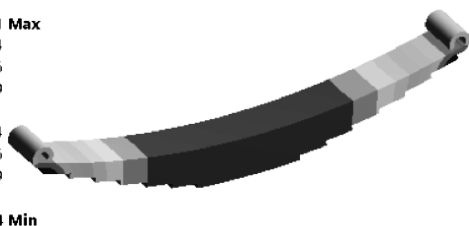

图 1-13 钢板弹簧总变形分布云图
(2) 运算结束后, 单击【Solution (A6)】→【Total Deformation】, 图形区域显示分析得到的钢板弹簧总变形分布云图, 如图 1-13 所示; 单击【Solution (A6)】→【Equivalent Stress】, 显示钢板弹簧等效应力分布云图, 如图 1-14 所示; 单击【Stress Tool】→【Safety Factor】, 显示钢板弹簧安全因子分布云图, 如图 1-15 所示。